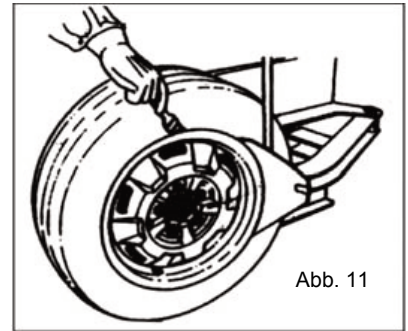

Abb. 11
- Der Reifen ist so weit wie möglich zum Tiefbett hin abzudrücken. Reifenwulst und Felgenhorn sind ausreichend mit Montagepaste einzustreichen (Abb. 11). Die ausreichende Verwendung von Montagepaste erleichtert die Demontage und Montage von Reifen und verringert die Beanspruchung der Maschine.